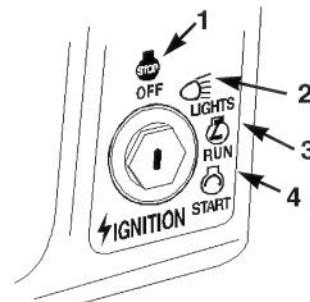

Bild 5
2. Die Zündung auf "AUS" drehen (Bild 5).